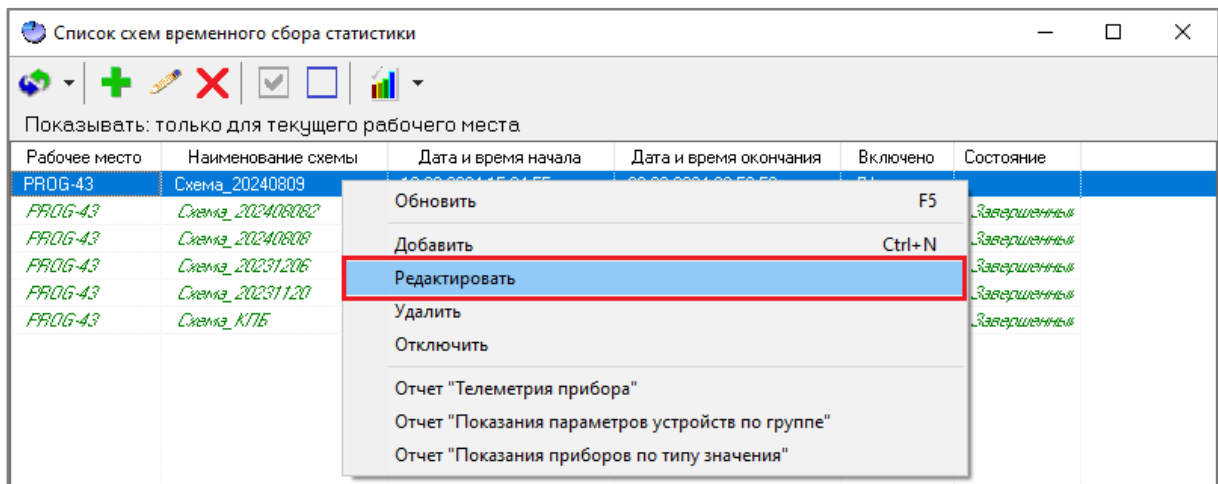

Рисунок 12-119 Редактирование схемы ВСС через контекстное меню области списка схем ВСС окна "Список схем временного сбора статистики"
- либо вызовите контекстное меню области списка схем ВСС (см. п. 12.6.1.2.1) окна «Список схем временного сбора статистики» и выберите в нем пункт «Редактировать» (см. Рисунок 12-119).